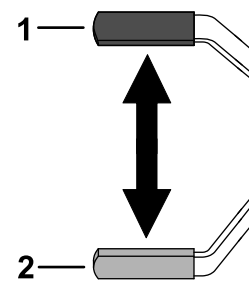

Figura 14
- Para acionar o travão de estacionamento, puxe a alavanca do travão para cima e para trás (Figura 14).
- Para desengatar o travão de estacionamento, puxe a alavanca do travão para baixo e para trás (Figura 14).